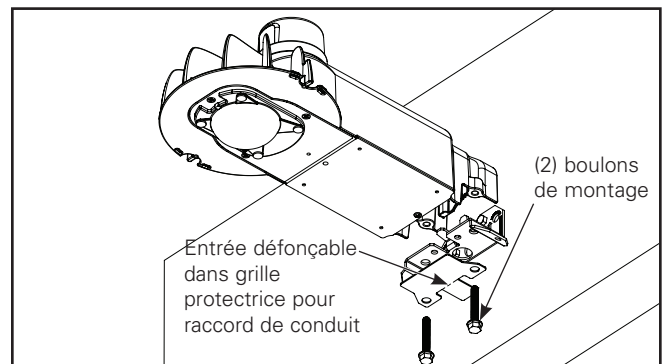

Figure 4.
5. Avec la douille de 12,7 mm (1/2 po), installez la grille protectrice comme montré en utilisant les deux boulons de montage du luminaire au haut du support de fixation pour montage mural ou sur poteau et dans le luminaire. Si vous préférez effectuer le raccordement par le trou du conduit au bas du support de montage, retirez la languette poinçonnée de la grille protectrice. Serrez à un couple de 8 à 11 Nm (6 à 8 pi-lb). (Figures 4 et 5.)